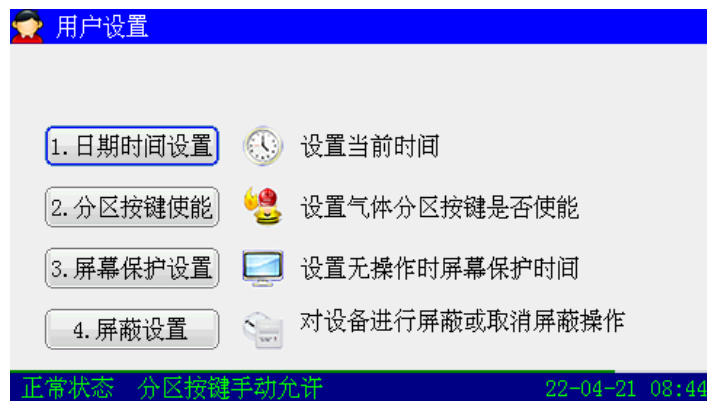

图7-20
- 按下【▶】、【◀】、【▼】、【▲】键选择“2.用户设置”选项输入用户密码并确认后，屏幕显示出如图7-20所示上图的界面；